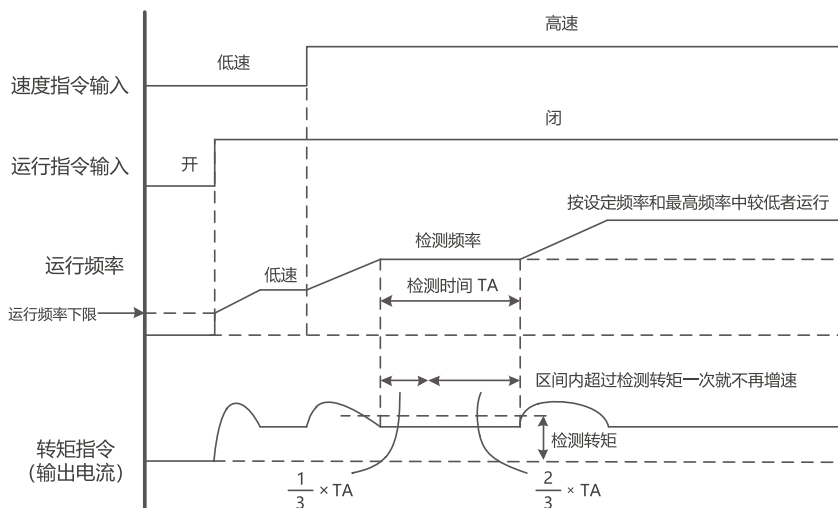

图7-3-6 轻负载增速1功能时序图
变频器根据转矩指令或输出电流的大小, 若检测到轻负载则提高频率指令运行, 以缩短运行时间。此功能决定是否允许轻负载时加速至设定的频率指令, 也就是轻负载时变频器按照设定频率指令运行, 如图7-3-6。
- (1) 轻负载增速1功能时序图如图7-3-6所示, 当系统设定轻负载增速1功能有效时, 若设定频率大于轻负载增速1检测频率, 则加速到轻负载增速1检测频率处, 经过轻负载增速1检测时间TA的1/3时间后进行负载判断。
- (2) 当变频器转矩指令(开环矢量控制1时为变频器输出电流)持续了轻载增速1检测时间的2/3时间,期间恒小于轻载增速1检测转矩时则进行增速,并按照频率指令和轻载增速1最高频率中较低的频率运行。
- (3) 在轻载增速1检测时间的2/3时间内,若变频器转矩指令(开环矢量控制1时为变频器输出电流)大于轻载增速1检测转矩,则按照轻载增速1检测频率继续运行,此后即使转矩指令变小了也不再增速。